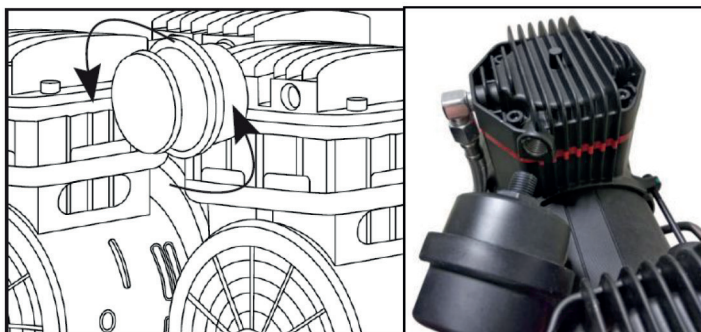

Рис. 5
4. Установіть на кожному поршневі блок повітряний фільтр (рис. 5).